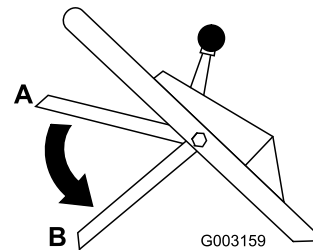

Figure 17
10. Relâchez la barre de commande (voir position B à la Figure 17). Vous devez entendre un bruit sourd et la lame doit s'arrêter dans les 3 secondes qui suivent.
2. Sélectionnez la position la plus basse de la barre de commande (position B à la Figure 17).